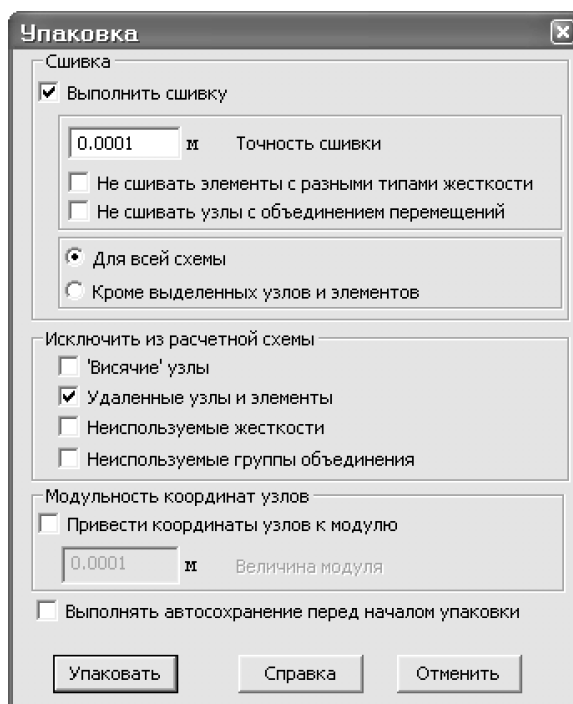

Рис.3.6. Диалоговое окно **Упаковка схемы**
- С помощью меню **Схема** ⇒ **Корректировка** ⇒ **Упаковка схемы** (кнопка  на панели инструментов) вызовите диалоговое окно **Упаковка** (рис.3.6).